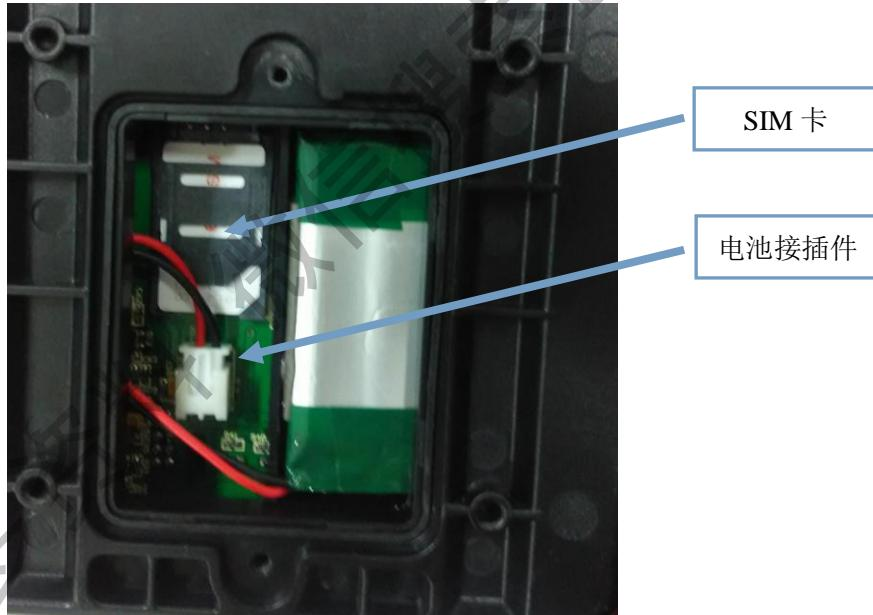

图 2-1 电池位置
1. 3 观察 T-BOX 后盖中央处是否携带螺钉，如没有，将 T-BOX 重新连接接插件，如此时绿灯正常，则维修完毕，记录情况，反馈给技术中心。如依然不正常，更换 T-BOX。如有螺钉，则将螺钉处盖板拆下，并断开电池，如图 2-1 所示。将 T-BOX 重新连接接插件，如此时绿灯正常，则维修完毕，连接电池接插件并恢复现场，记录情况，反馈给技术中心。如依然不正常，更换 T-BOX。
(iEV6S、iEV5 按此执行，其他车型放置在安装位置)，如此时绿灯正常，则更换 T-BOX，记录情况，反馈给技术中心。如依然不正常，进入 3.2。如有螺钉，则将螺钉处盖板拆下，并断开电池，如图 2-1 所示。将 T-BOX 重新连接接插件，并放置在中通道外，如此时绿灯正常，则更换 T-BOX，记录情况，反馈给技术中心。如依然不正常，进入 3.2。
3.2 更换 T-BOX SIM 卡，SIM 卡必须是联通或移动 SIM 卡。观察 T-BOX 后盖中央处是否携带螺钉，有螺钉的 T-BOX SIM 卡位置如图 2-1，无螺钉的 T-BOX SIM 卡位置如图 2-3。有螺钉的要先把电池接插件断开，然后更换 SIM 卡最好将 T-BOX 重新连接接插件，并放置在安装位置，如 T-BOX 工作正常，则维修完毕，记录 SIM 卡卡号、接好电池接插件、T-BOX 设备号、底盘号反馈给技术中心。如不正常，则进入 3.3。